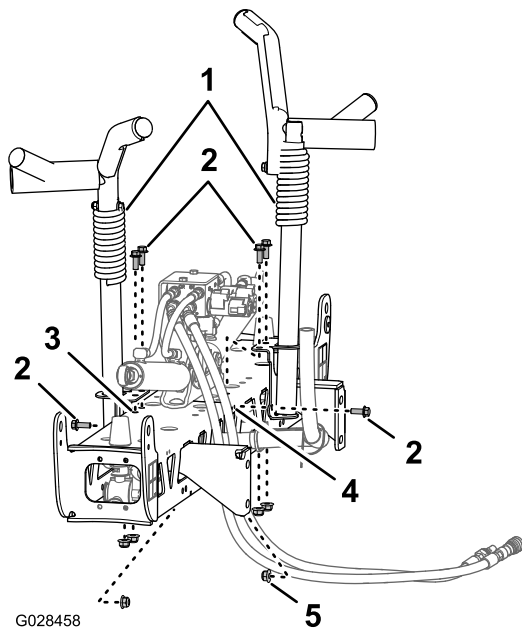
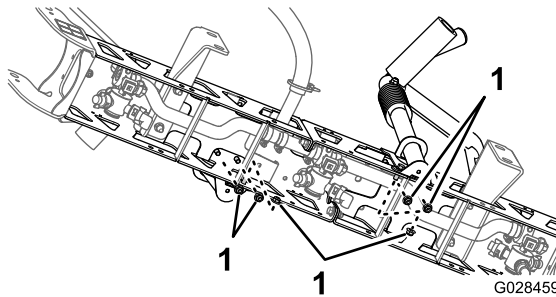

図 27
図 28
- 移動走行用ブームクレードルをセンターブームに合わせる (図 27)。
クレードルをboomに固定する 図 27 と 図 28。